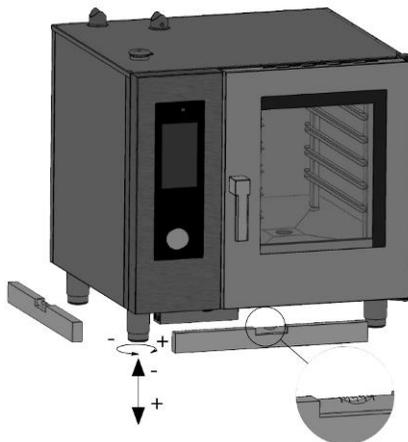

Abb. 2
- Die verstellbaren Füße sind dem Gerät beige packt und müssen unter dem Gerät angeschraubt werden. Die korrekte Ebenheit des Gerätes gewährleistet einen reibungslosen Betrieb. Diese Ebenheit erhält man durch Einstellung der Füße und Überprüfung durch eine Wasserwaage. Es reicht aus, die Stellfüße ein- oder herauszuschrauben, um ihre Einstellung zu verändern (Abb. 2).